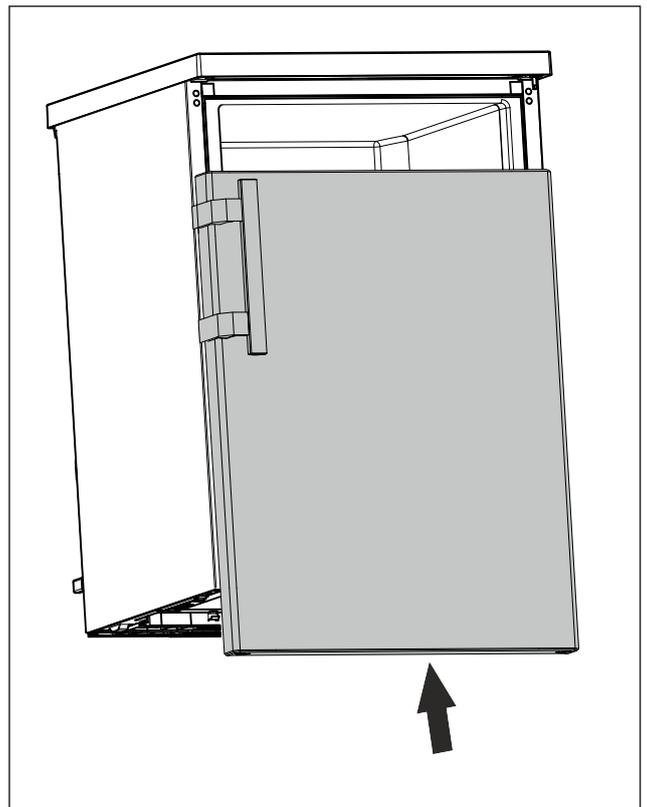

Fig. 24
- ▶ Tür im geschlossenen Zustand auf oberen Bolzen schieben. (siehe Fig. 24)